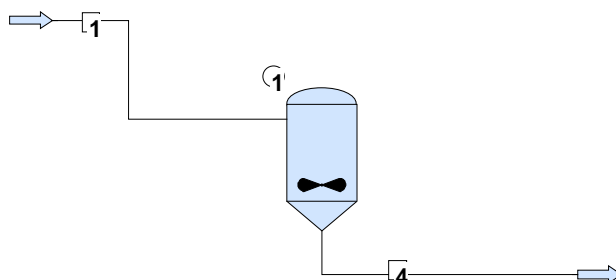

Рис. 4 – Схема аналізу процесу синтезу ацетилену на базі кінетичного реактора в режимах **Sensitivity**и**Optimization**
13. Побудувати технологічну схему відповідно до рис. 4. Ввести параметри по п. 4, 5, 6, 9, 10.